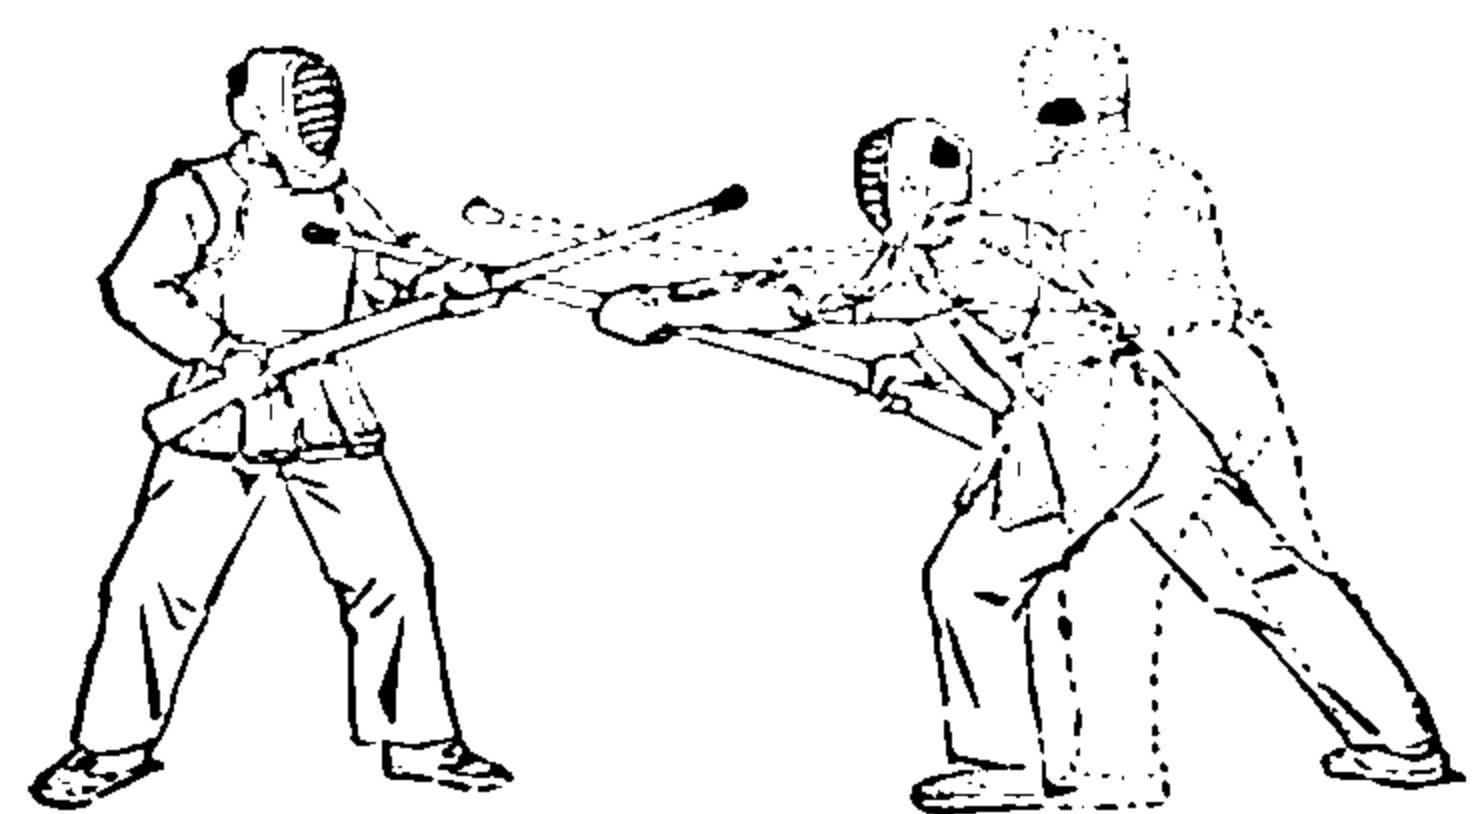

图21 左打刺动作
**左打刺** 进攻者将“枪刺”从对方枪下绕至左方，以两手的合力向左上猛击对方枪（距对方左手前约20厘米），随即刺左或转枪刺下（图21）。